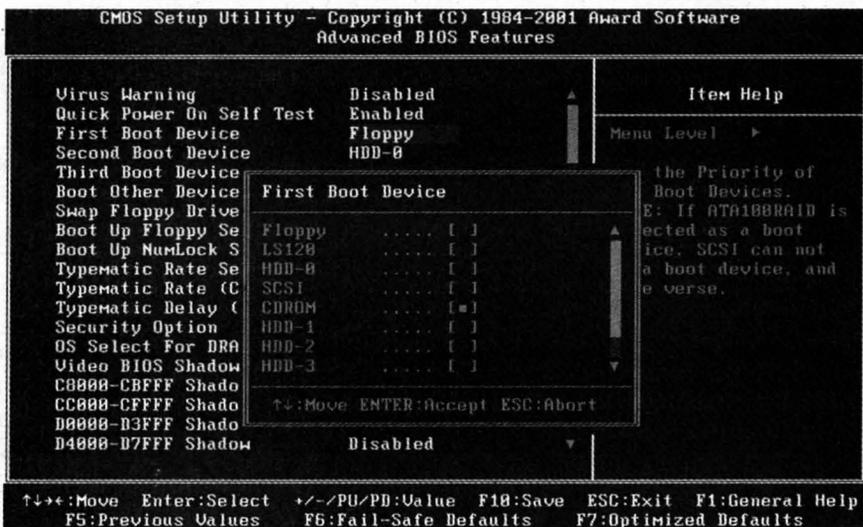

Рис. 3.6. Редактирование значения параметра с использованием всплывающего окна
- нажмите Enter, выберите в появившемся окне нужное значение (рис. 3.6) и снова нажмите Enter; этот способ удобнее, но не поддерживается некоторыми старыми версиями BIOS.